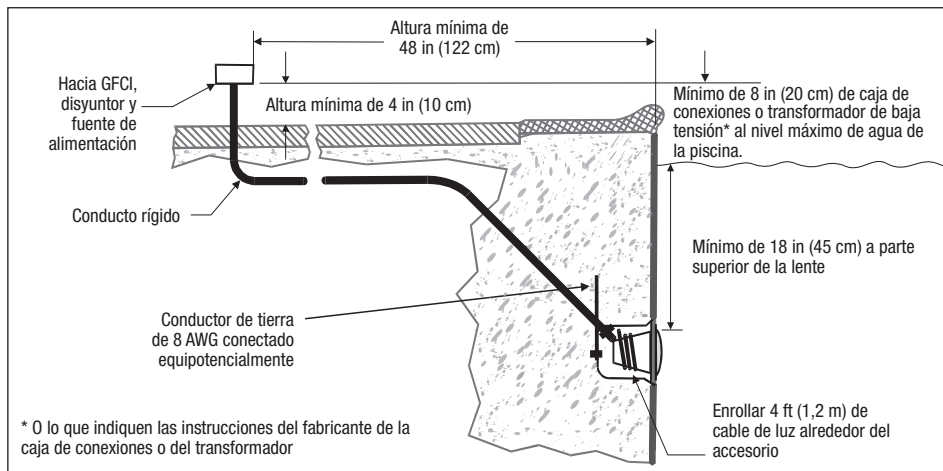

Figure 1. Instalación del nicho de la piscina
la piscina o hidromasaje. Consulte la *Figure 1*.
3. La luminaria y todos los elementos metálicos que estén a menos de cinco (5) ft (1,5 m) de la piscina o hidromasaje deben estar conectados eléctricamente de forma correcta a un punto de conexión a tierra fiable.
4. El nicho húmedo debe instalarse correctamente para que el borde superior de la lente de la luz sumergida esté, como mínimo, a 18 in (45 cm) por debajo de la superficie del agua en la piscina o hidromasaje (en Canadá, no deben ser más de 48 in [120 cm]). Consulte la *Figure 1*.
5. El nicho húmedo debe estar conectado eléctricamente y a tierra de forma correcta mediante el conector de tierra de 8 AWG ubicado en la parte posterior del nicho. Consulte la *Figure 1*.